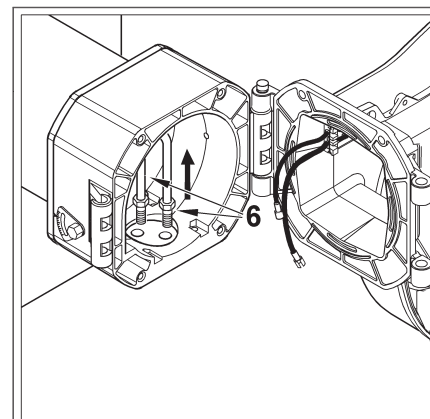
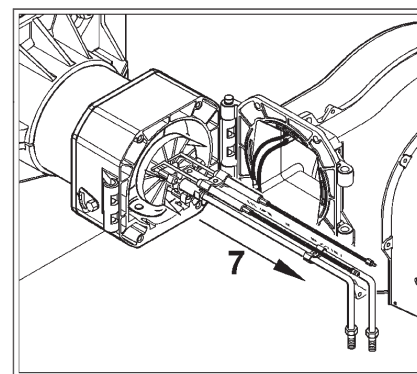

Рисунок 3
Рисунок 4
- 4) Приподнимите узел смесителя (6) (рис. 3) до выхода трубок с гнезд. После этого полностью снимите весь узел в направлении, указанном стрелкой 7 на рис. 4.